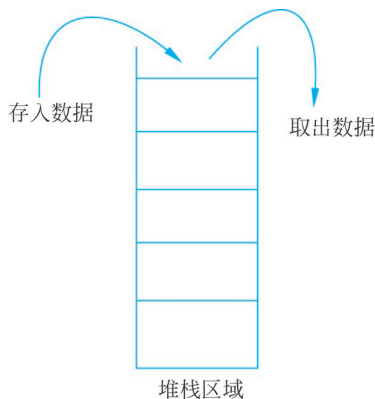

图 3.7 堆栈区域
(1) 堆栈只允许在其一端进行数据插入和删除操作,不是按字节任意访问的,是一个特殊的存储区。它是按“先进后出,后进先出”的原则存取数据,这里的“进”与“出”是指进栈与出栈操作,如图 3.7 所示。
(2) 堆栈指针 SP 用于存放最后一个被存放在堆栈中的数据的地址。每存入(或取出)1 字节数据,SP 就自动加 1(或减 1)。SP 始终指向新的被操作的数据。
(3) 堆栈有栈底和栈顶之分,栈底就是 CPU 初始化时,SP 指向的地址,栈底地址一旦初始化后将保持不变,它决定了堆栈在 RAM 中的位置;栈顶是最后一个被存入堆栈的数据的地址,因此,可以说 SP 总是指向栈顶的。
(4) 堆栈栈底确定后,就可以向堆栈存入数据。存入数据时,有向上生长和向下生长两种方式。如果存入一个数据,堆栈指针增加,则是向上增长方式;如果存入一个数据,堆栈指针减少,则是向下增长。
(5) 有专门的堆栈操作指令。